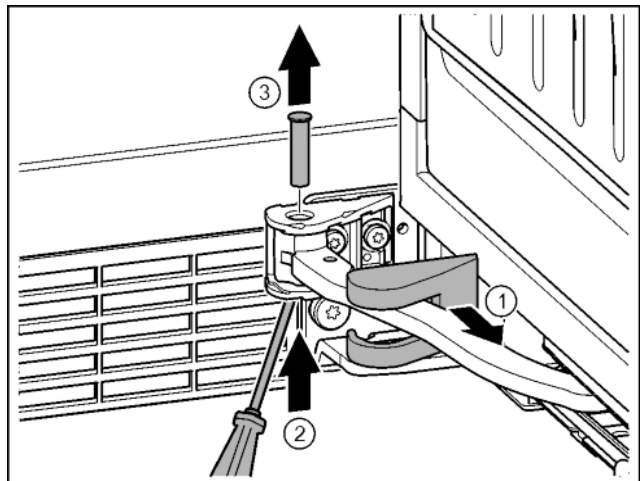

Fig. 16
- ▶ Lagerbockabdeckung abziehen und entlang des Gelenks verschieben. *Fig. 16 (1)*
- ▶ Bolzen mit Finger oder Schraubendreher von unten anheben. *Fig. 16 (2)*
- ▶ Mit Schraubendreher unter den Bolzenkopf fahren und herausziehen. *Fig. 16 (3)*